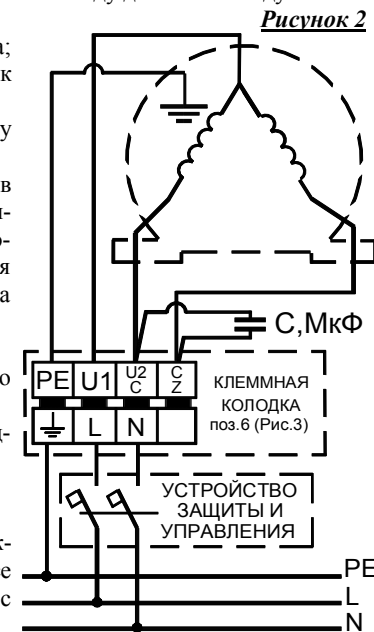

Рисунок 2
- г) электрическое присоединение двигателя производить в соответствии со схемой подключения (см. рисунок 2). Для питания электродвигателя вентиляторов необходимо использовать кабель сечением не менее  $0,75\text{мм}^2$ . Кабель проводится через резиновый сальник коробки электроподключения на корпусе.